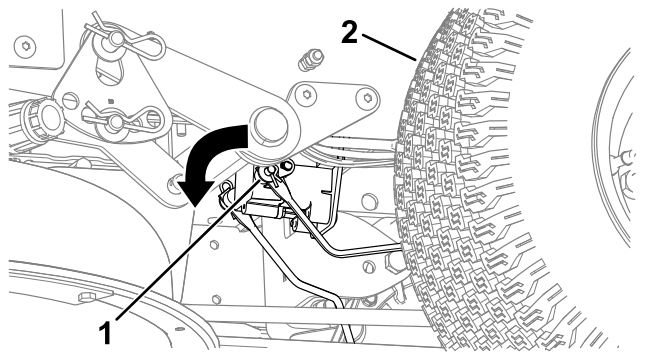

図 54
3. 電気ブレーキのシャフトブレーキリンクアームが接続されているを探し出す 図 54。